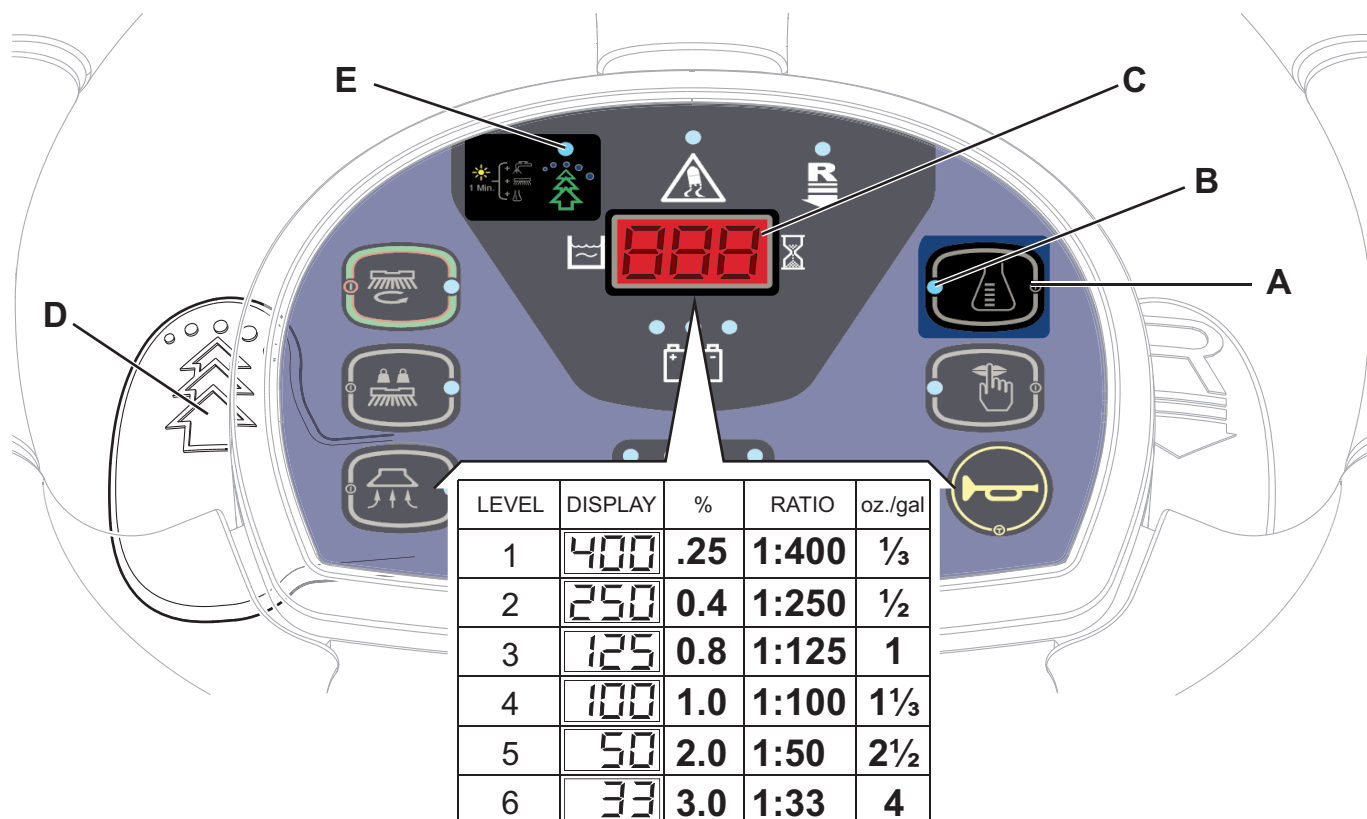

Figura 4
1. Desactive o botão de regulação da percentagem de detergente (A) [o led (B) deve apagar-se].
2. Prima e mantenha premido o botão de regulação da percentagem de detergente (A) até o led (B) parar de piscar.
3. Liberte o botão (A). Volte a premi-lo brevemente para passar para o nível seguinte indicado no ecrã (C), como na tabela indicada na figura 4, repita a operação até obter a regulação pretendida.
4. Aguarde que o led (B) pare de piscar: o novo nível está regulado.